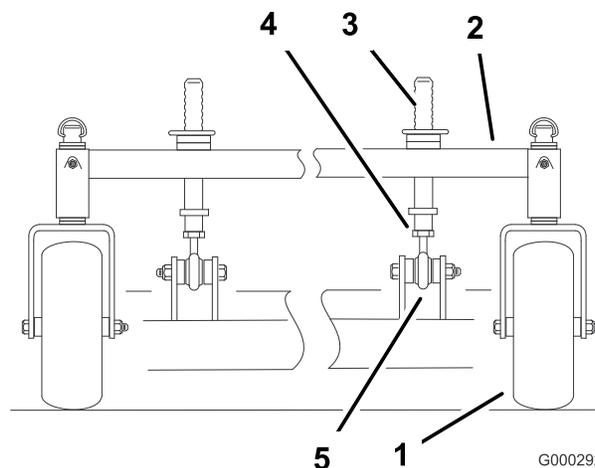

Figure 72
- Vous pouvez régler les montants de hauteur de coupe avant pour modifier l'inclinaison avant/arrière (Figure 72).
2. Pour élever l'avant du tablier de coupe, desserrez le contre-écrou et tournez la goupille avant dans le sens horaire (Figure 72).
3. Pour abaisser l'avant du tablier de coupe, desserrez le contre-écrou et tournez la goupille avant dans le sens antihoraire (Figure 72).
7. Resserrez les écrous de blocage (Figure 72).